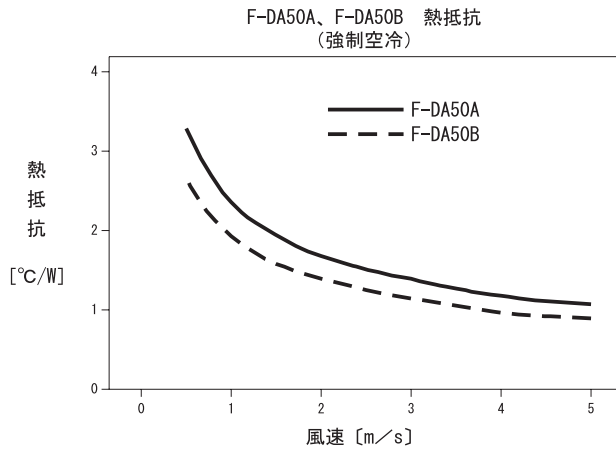

図13.1 F-DA50A、F-DA50B ヒートシンク熱抵抗
(2) 強制空冷時の熱抵抗を図13.1、13.2、13.3、13.4に示します。